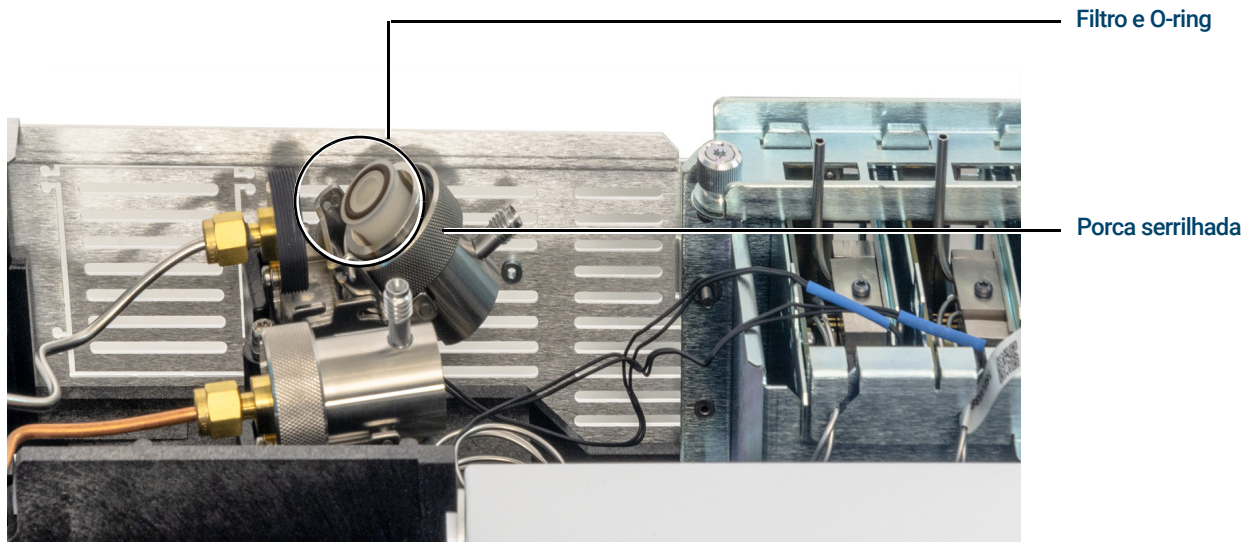

Figura 31. Deslizar o conjunto do trap para expor o filtro
- 5 Deslize o conjunto do trap para trás do suporte de montagem guiada e incline-o para cima para expor o filtro, conforme mostrado na **Figura 31**.